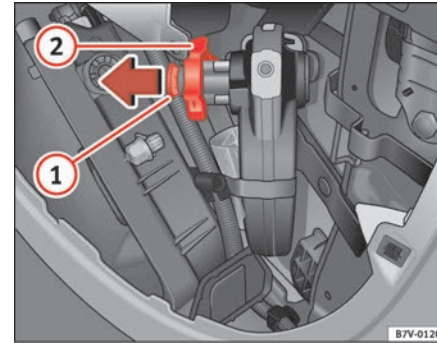

Abb. 135 Unterbringung der Anhängervorrichtung
- Schließen Sie das Schloss, mit Hilfe des Schlüssels ⇒ Abb. 135  im Uhrzeigersinn auf.